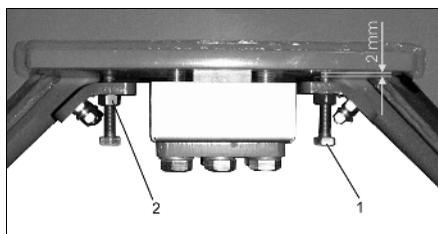

Fig. 56
Los tornillos de limitación (Fig. 56/1) deben ser ajustados con 2 mm de juego de acuerdo a la figura.
- Aflojar las contratuercas (Fig. 56/2)
- Ajustar los tornillos de limitación (Fig. 56/1)
- Apretar las contratuercas (Fig. 56/2)